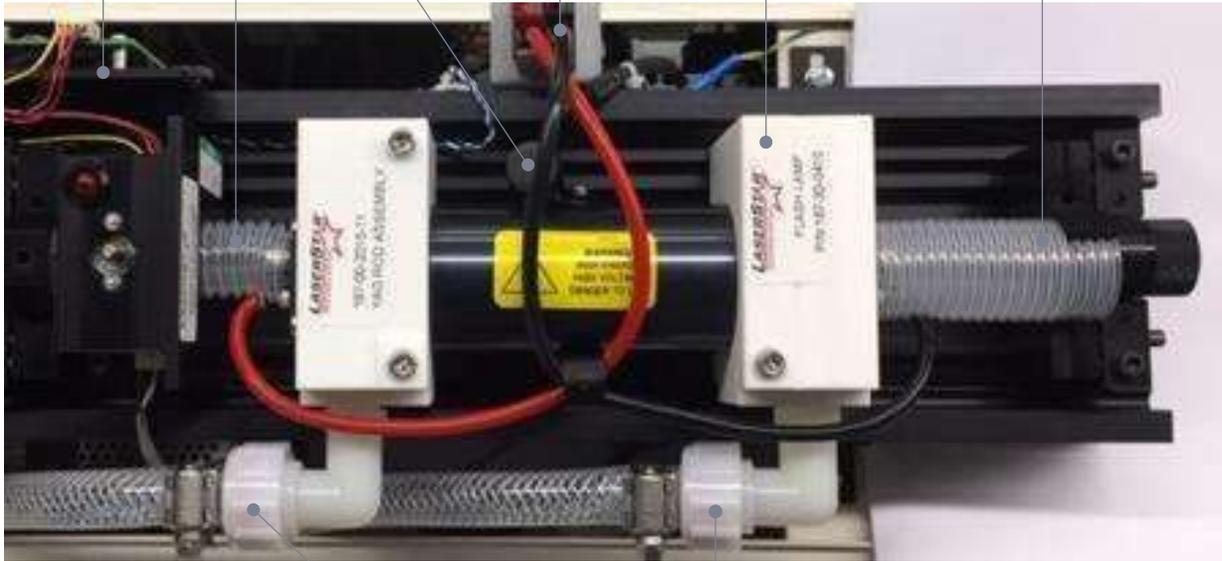

図 1
- 7 光学レールからダストカバーを取り外します (図 1)。